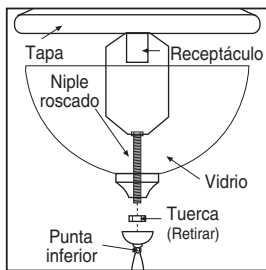

Figura 9
- g. Para unidades con vástago inferior, si es necesario, destornille cuidadosamente la tuerca de envío o la punta inferior, retire la sección de vidrio y coloque la(s) bombilla(s). Instale cuidadosamente el vidrio sobre el vástago colocándolo debajo de la tapa superior. Sujete el vidrio atornillando la punta en el niple roscado (ver la figura 9).